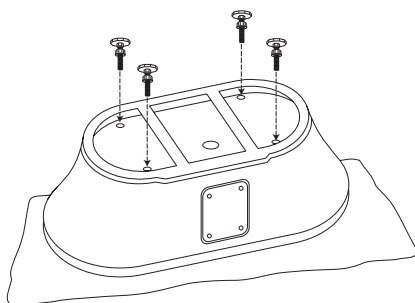

Fig. 1
4. Placer la baignoire à l'envers sur la couverture, de façon à ce que la base de la baignoire soit vers le haut. Voir la Fig. 1.